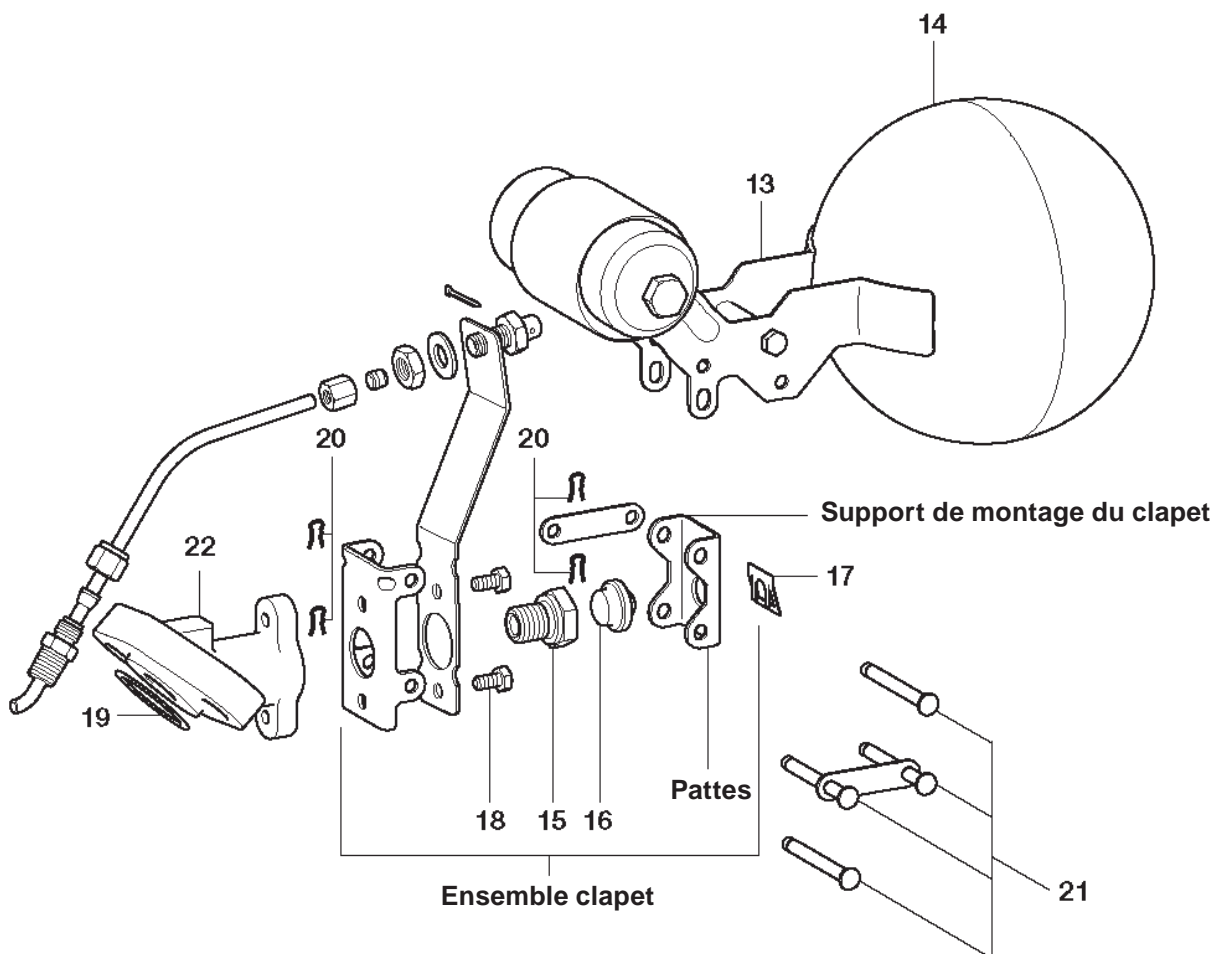

Fig. 9 Remplacement du siège et du clapet
6.5 Révision du mécanisme {siège (15) et clapet (16)}
- Une fois retiré, l'ensemble mécanisme (13) est facilement démontable en enlevant chaque clip (20) situé sur chaque goupille de pivot (21). Ces goupilles peuvent être maintenant déposées.
- Le siège (15) et le clapet (16) peuvent être remplacés si nécessaire.
- Pour remplacer le siège, dévisser l'ancien du support de montage (22). Serrer le nouveau siège (15) suivant le couple de serrage recommandé (voir Tableau 1, page 18). Il n'est pas nécessaire de retirer la patte de fixation en acier.
- Pour remplacer le clapet (16), retirer la patte de maintien (17). L'ancien clapet (16) doit être retiré de son support. Monter le nouveau clapet sur son support et remonter la patte de maintien. S'assurer que le clapet (16) et les pattes du support sont du même côté. La patte de maintien (17) doit être sur le côté opposé des pattes sur le support du pivot (comme montré sur la Fig. 9).
- Réassembler l'ensemble mécanisme (13) en utilisant les goupilles de pivot (21) et les clips (20). Remonter l'ensemble comme décrit dans le paragraphe 6.4.